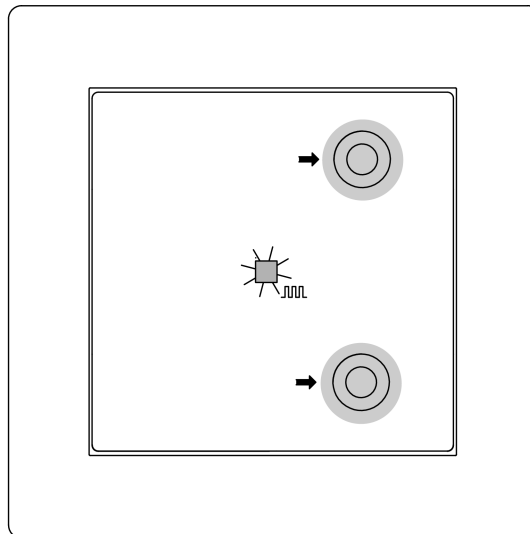
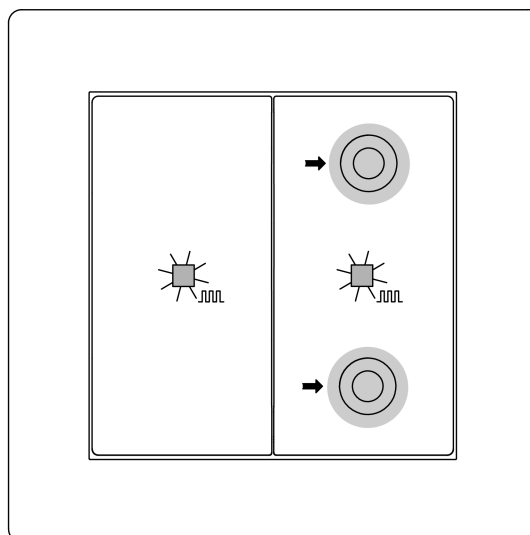

Figure 5: Activer le mode de programmation (1 voies)
Figure 6: Activer le mode de programmation (2 voies)
Programmer l'adresse physique et le programme d'application (voir figure 5) 1 voie et (voir figure 6) 2 voies
- Activer le mode de programmation : appuyer simultanément sur le bouton en haut à droite et le bouton en bas à droite et les maintenir enfoncées pendant > 4 secondes pour (voir figure 5) simple et (voir figure 6) double.